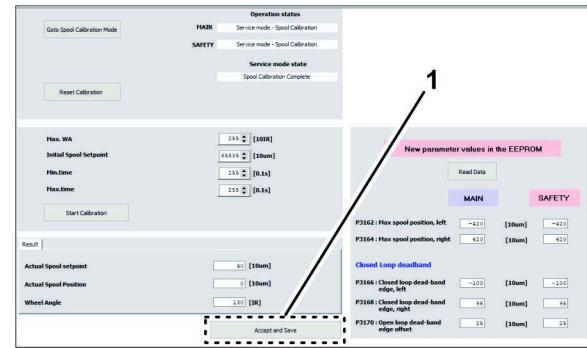

Figura 51
5. En la parte inferior de la pantalla de calibración del carrete, haga clic en el icono ACEPTAR Y GUARDAR (**Figura 51**).